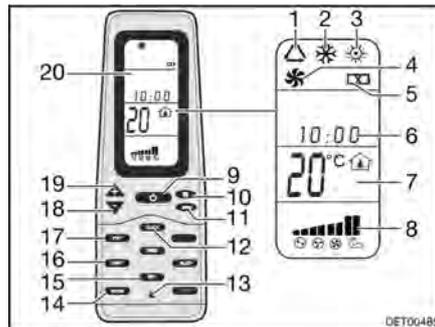

Fig. 125 Mando a distancia
- Pulsar la tecla ON/OFF (Fig. 125,9).
- Pulsar la tecla "Mode" (Fig. 125,11) las veces que sean necesarias hasta que se visualice el modo de funcionamiento deseado (Fig. 125,1, 2, 3 ó 4) en el display (Fig. 125,20).
- Ajustar la temperatura deseada con las teclas "+" (Fig. 125,19) y "-" (Fig. 125,18).
- Seleccionar la etapa deseada del ventilador con la tecla Velocidad del ventilador (Fig. 125,10).